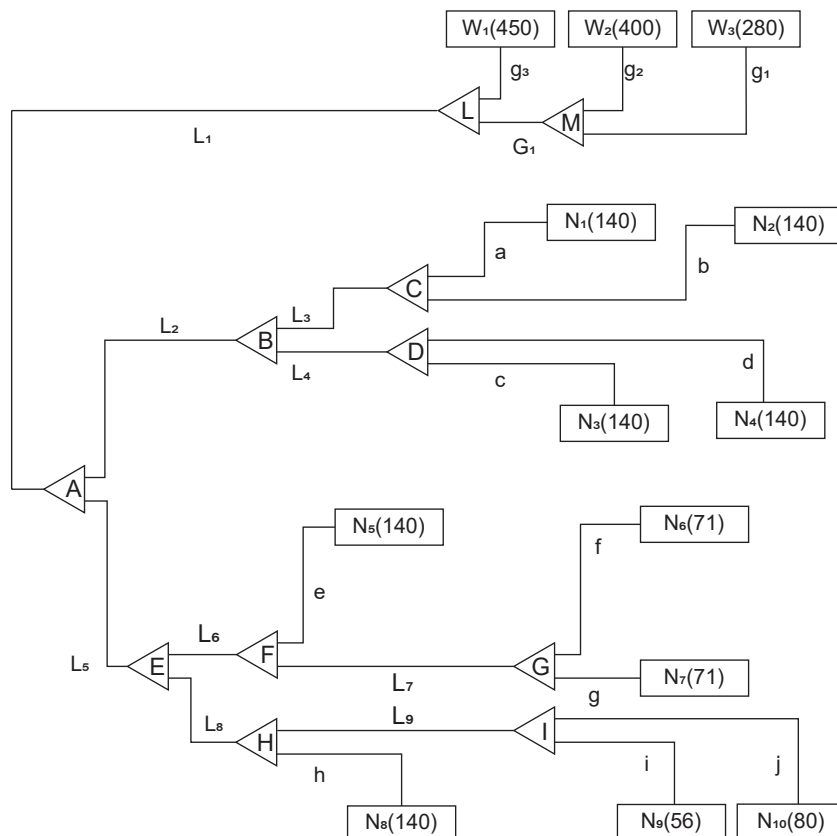

Fig. 4.3 Clasificación de tubos
2) Ejemplo: la capacidad de las unidades interiores aguas abajo de L2 en la Fig. 4.3 es de $140 \times 4 = 560$, por lo tanto, los diámetros de la tubería de gas y la tubería de líquido para L2 son respectivamente: $\Phi 31,8$ mm y $\Phi 15,9$ mm. respectivamente: $\Phi 31,8$ y $\Phi 15,9$.